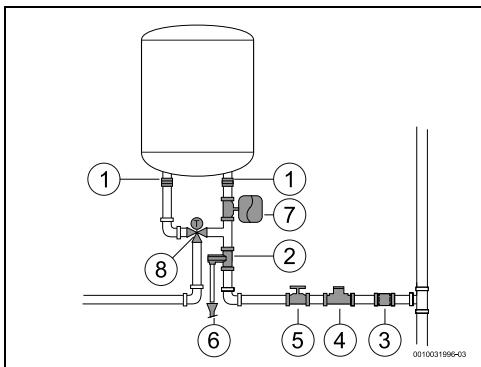

Fig. 15
- ▶ Se recomienda instalar una válvula termostática (fig. 15, [8]) en el tubo de descarga del aparato si se utilizan tubos PEX. Ajustarla para cumplir con el rendimiento del material usado.
- ▶ No instalar nunca accesorios (diferentes a los que se muestran en la fig. 15) entre la válvula de seguridad y la entrada de agua fría (lado derecho) del aparato.
- ▶ Instalar un reductor de presión (fig. 15, [4]). La válvula de seguridad se activará siempre que la presión de agua dentro del aparato se sitúe por encima de 8 bar (± 1 bar), por lo que será necesario planificar una forma para vaciar esta agua.
- ▶ Instalar un vaso de expansión (fig. 15, [7]) para impedir que la válvula de seguridad se abra con tanta frecuencia. El volumen del vaso de expansión debería ser equivalente al 5 % del volumen del aparato.